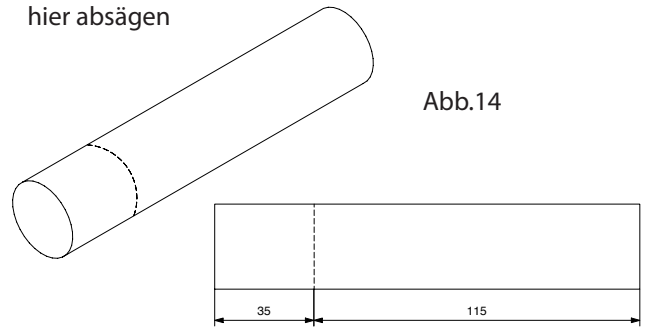

Abb.14
14. Den Rundstab (6) wie in der Abbildung 14 angegeben ablängen.